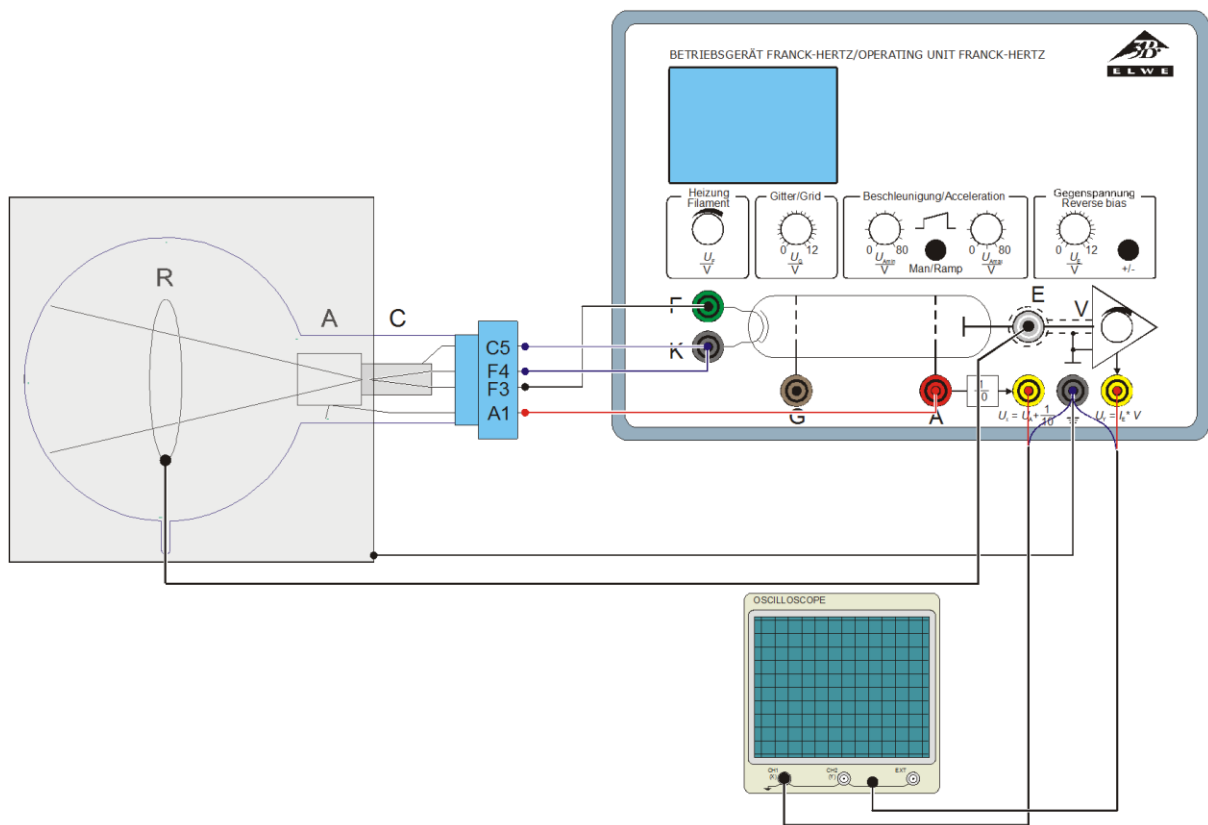

Fig. 3 Montaje de experimentación, tubo del potencial crítico
- El casquillo F3 del soporte del tubo se conecta con la salida F del aparato de control, C5 con la salida K (los contactos C5 y F4 están conectados entre si dentro del tubo) y A1 se conecta con la salida A (ver fig. 3).